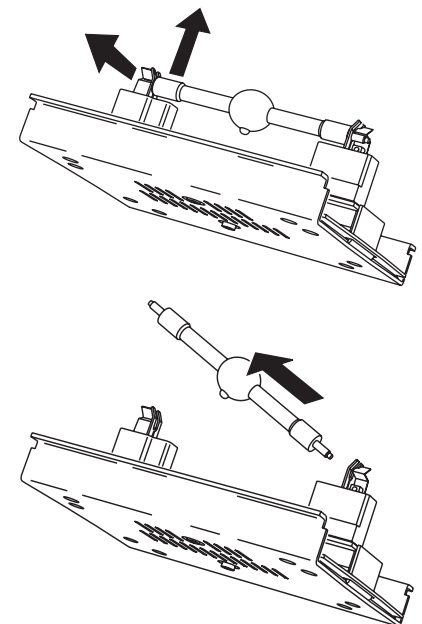

Figure 5: Extracción de lámpara
- 3 Ver Figure 5. Tirar del anillo de retención de la parte izquierda e inclinar la lámpara al tiempo que la extraemos del extremo del soporte. Tirar del otro extremo fuera del soporte.